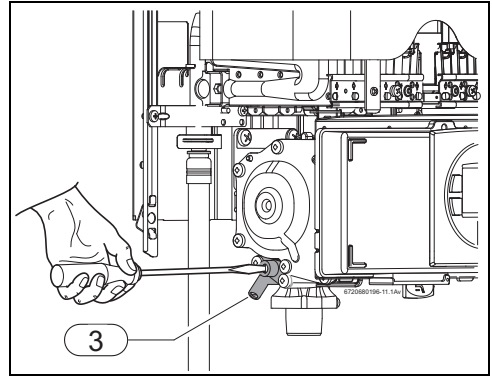

Fig. 25 Tornillo de ajuste del caudal máximo de gas
- ▶ Regular la presión del quemador máximo (→tabla 10) utilizando el tornillo de ajuste del caudal de gas máximo (Fig. 25).